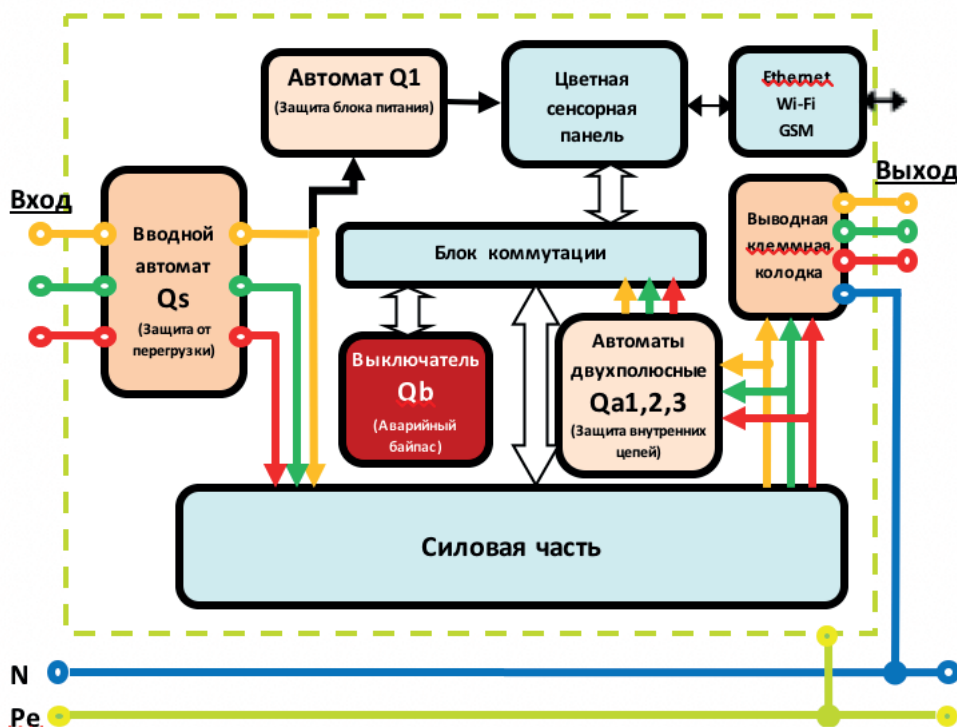

Рис.1.1 Блок-схема оптимизатора.
1.3.1 Оптимизатор выполнен в виде единого модуля, заключенного в электрический шкаф. Его блок-схема приведена на рис. 1.1. Все составные части устройства расположены внутри этого шкафа, за исключением органов оперативного управления, которые расположены на дверце шкафа и представляют собой графическую панель с сенсорным экраном.
1.4.1 Устройство оптимизатора описывает его блок-схема, приведенная на рис.1.1.